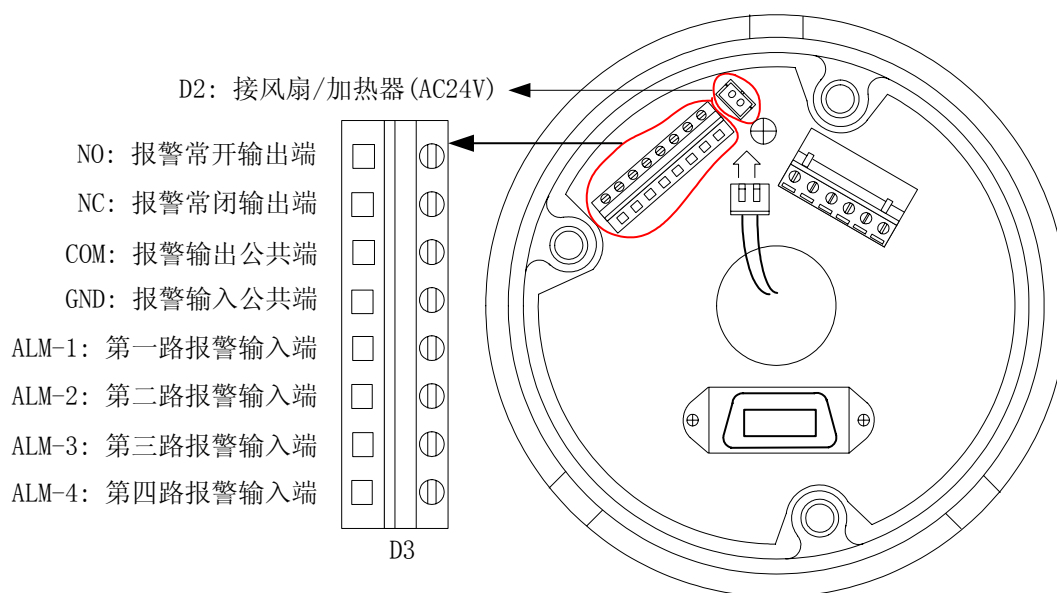
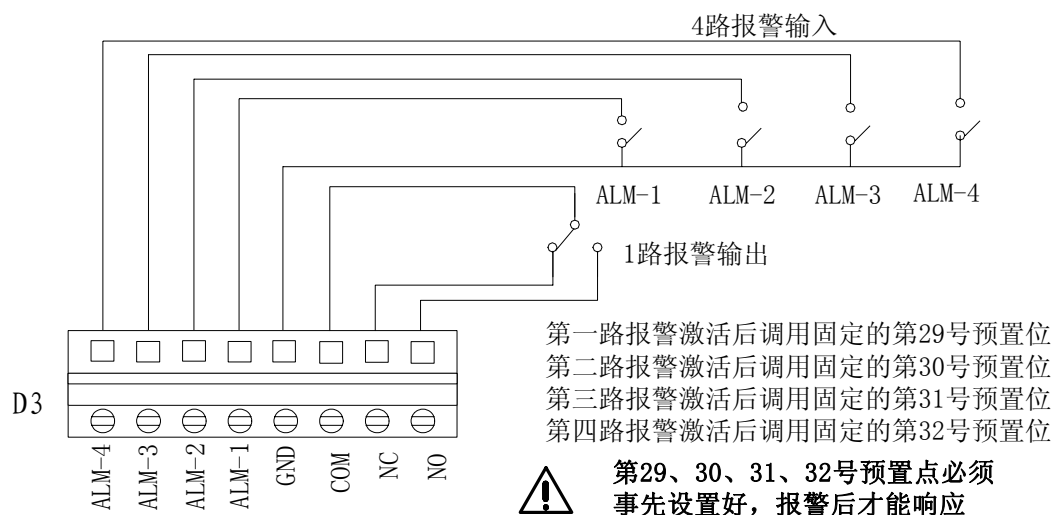

图 15-1
图 15-2
10. 将铝合金球罩里的风扇/加热器的插头插在图 15-1 所示的 D2 插座里。报警控制线按照 D3 所示的接线方式连接好。如图 15-1 所示。当球机识别报警信号后，即可在瞬间按照程序设定，完成启动摄像机，将报警区域的图像切换到主监视器，调整报警点的球机，监视预置摄像点，以最快的速度将报警区域的情况如实记录下来。报警控制的连接示意图如图 15-2 所示。